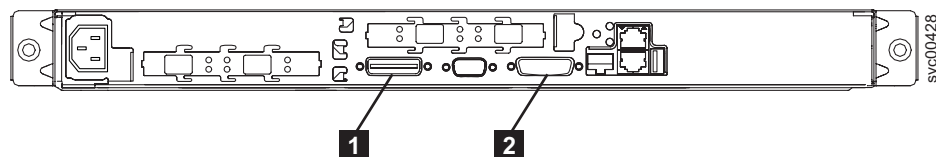

図 85. SAN ボリューム・コントローラー 2145-4F2 CT2 IN ポートと CT2 OUT ポート
- 1) CT2 ケーブル (部品番号 00N7004) を注文します。このケーブルはキーボード、ディスプレイ、およびマウスの 3 種一体型ケーブルで、ノードの背面の C2T OUT ポート **2** にプラグを差し込みます (図 85 を参照)。